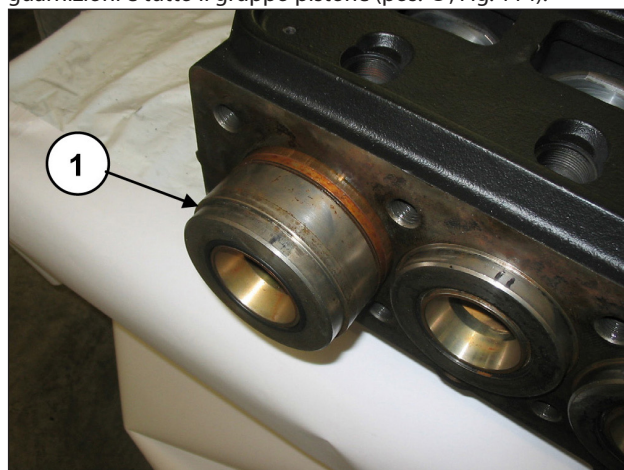

Fig. 114
Ruotando l'albero, fare avanzare il guida pistone in modo che il tampone, avanzando a sua volta, possa espellere il supporto guarnizioni e tutto il gruppo pistone (pos. ①, Fig. 114).